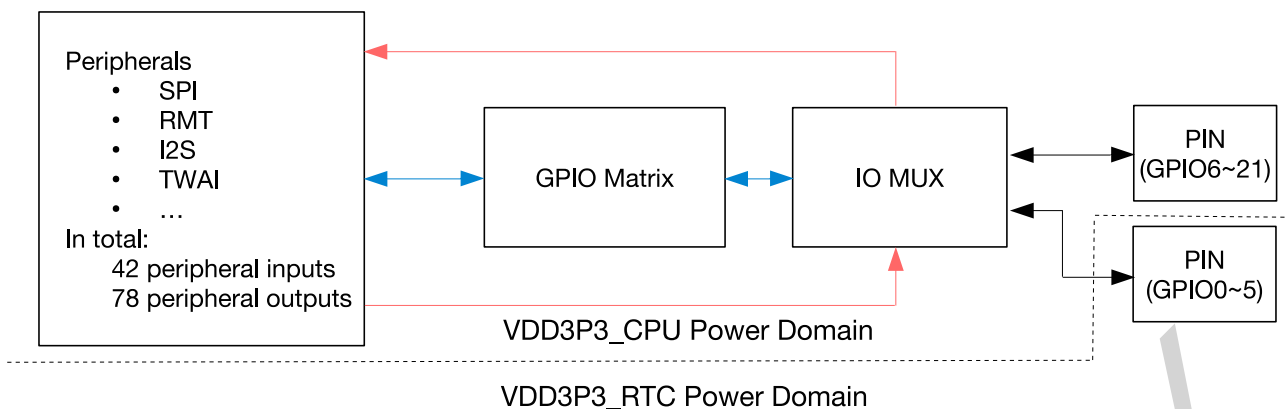

图 5-1. IO MUX 和 GPIO 交换矩阵框图 (简图)
- 图 5-1 简要展示了 IO MUX 和 GPIO 交换矩阵的工作流程；